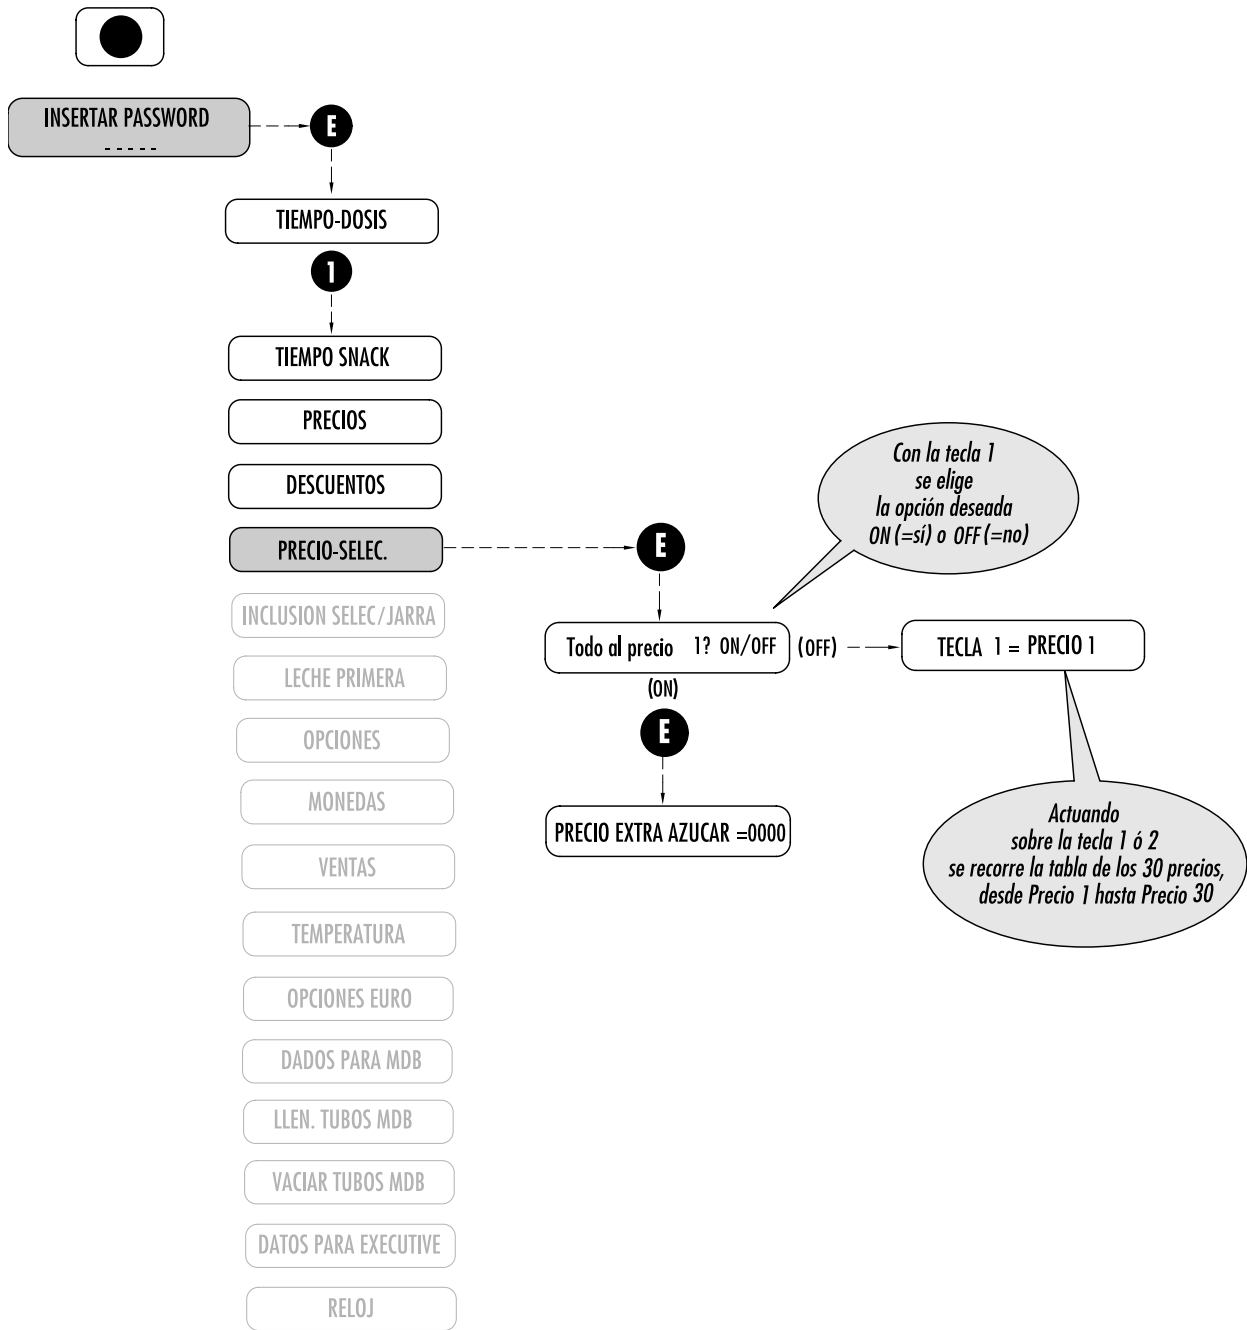

Fig. 7.8
7.2.5 PRECIO SELECCIÓN (Fig. 7.8)